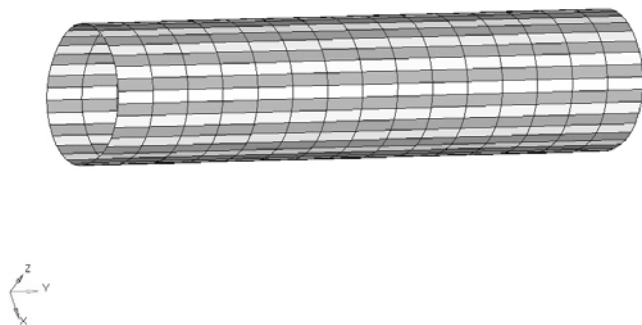

图 7-3 通过 by face 选择单元
- (5) 选择 elems>by face, 如图 7-3 所示。
- (6) 单击 find edges 按钮。
- (7) 单击 return 按钮, 退出到 Tool 面板。
- (8) 单击 delete 按钮, 在黄色框中选择 elems, 选中机身两端面的所有 edge 单元。